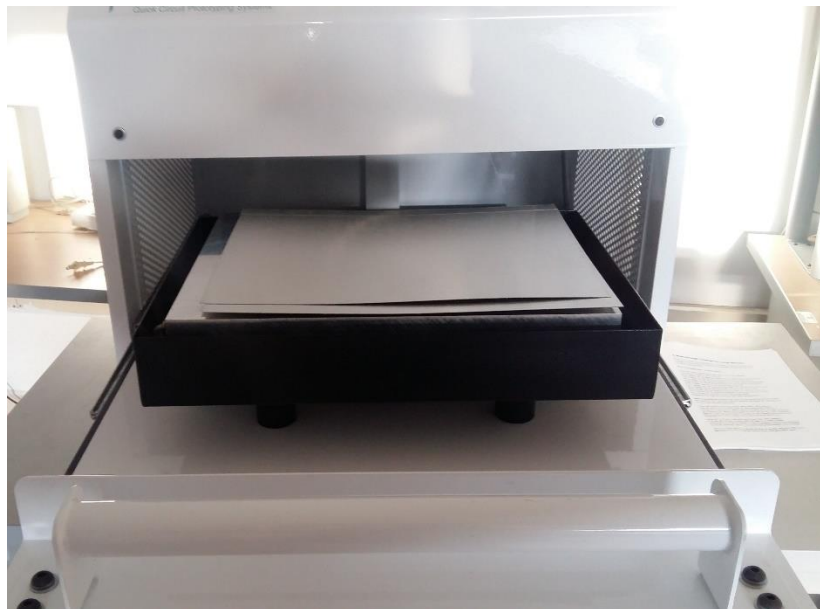

Figura 38. Placas de hierro de la máquina Quick Press.
- Una vez se apilen todas las capas se coloca en las barras de hierro de la máquina Quick Press como se muestra en la Figura 38.